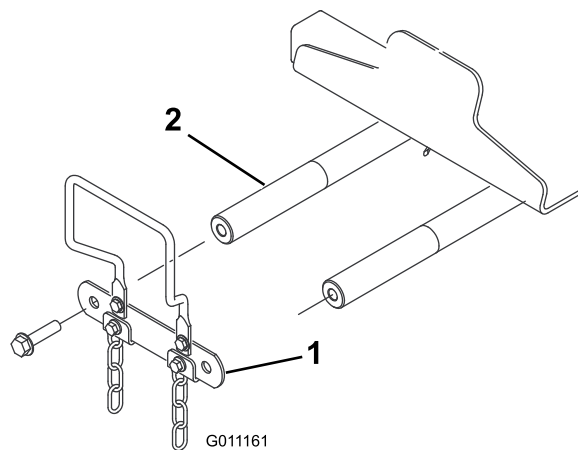

Figura 10
1. Rimuovete i 2 bulloni che fissano l'attacco degli alberi di articolazione dei bracci di sollevamento agli alberi di articolazione, poi rimuovete e conservate l'attacco e i bulloni a parte (Figura 10).